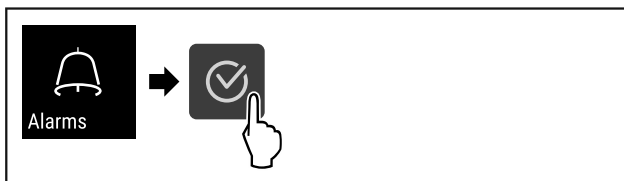

Fig. 105
- Suorita toimenpidevaiheet (katso Fig. 105).